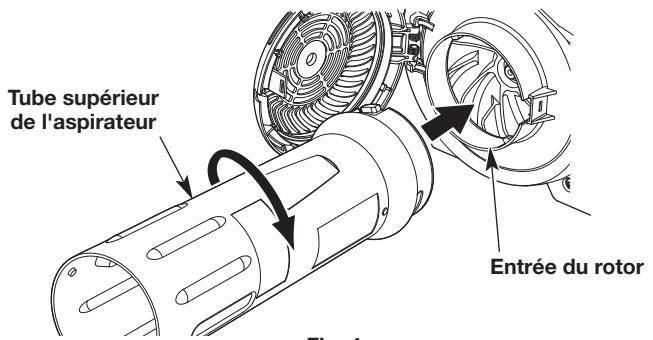

Fig. 4
3. Insérez le tube supérieur de l'aspirateur dans l'entrée du rotor (Fig. 4).
4. Tournez le tube supérieur de l'aspirateur dans le sens horaire avec les deux mains jusqu'à ce qu'il s'enclenche (Fig. 4).